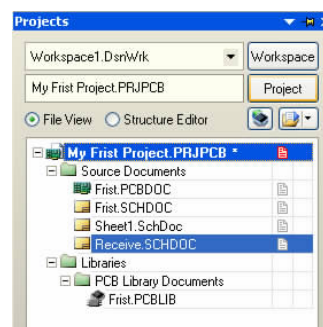

图1-12 导入原理图文件后的结果
**【练习1-5】：**将光盘中的“\EDA\ex101\Receive.SCHDOC”原理图文件导入“My First Project.PRJPCB”设计工程下，结果如图 1-12 所示。